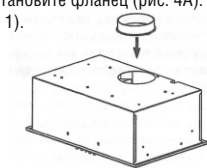
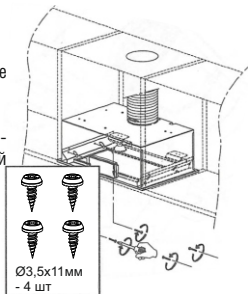

рис. 4А
рис. 5
- Установите КВ вместо нижней панели подвесного элемента мебели (рис. 4) и закрепите КВ винтами самонарезающими Ø3,5x13 (рис. 5).